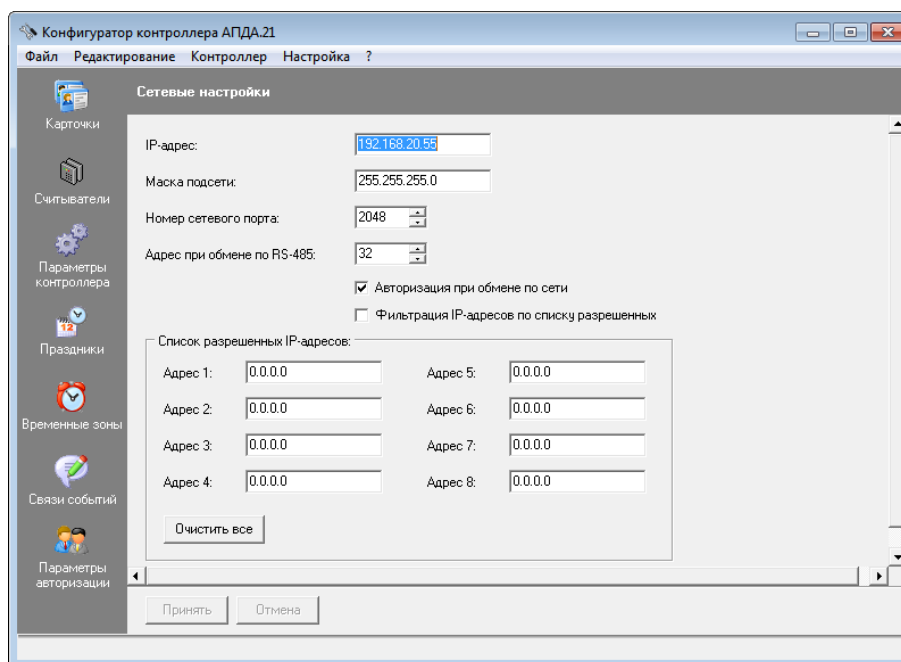

Рисунок 482 – Окно "Сетевые настройки"
- 8) Выберите пункт меню "Редактирование/Сетевые настройки". В рабочем окне программы отобразится окно "Сетевые настройки" (см. Рисунок 482).